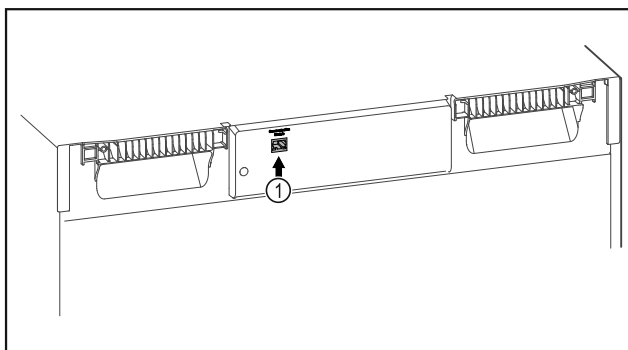

Fig. 142
- SmartModule Fig. 142 (1) on asennettu.